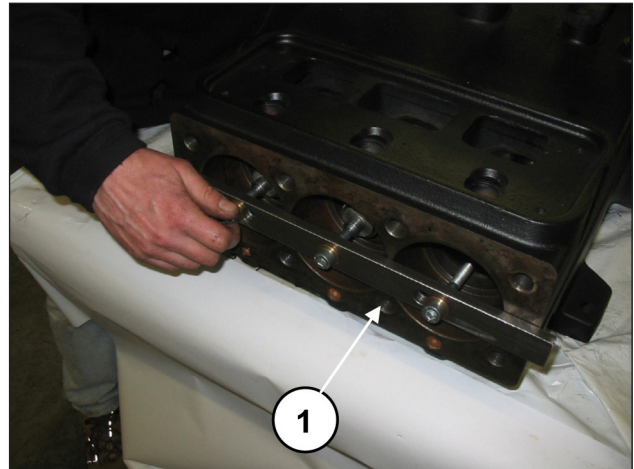
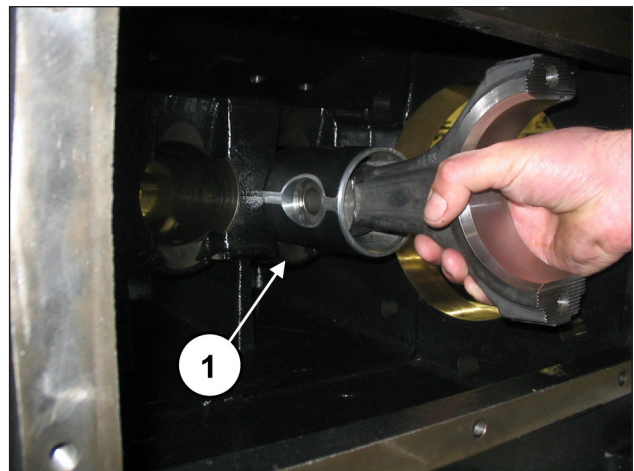

Fig. 31
Fig. 32
No caso de ser necessário substituir uma ou mais hastes ou guias do pistão, é necessário operar da seguinte forma: Prossiga com o desapertar dos parafusos da ferramenta, cód. 27566200, para desbloquear as hastes (pos. ①, Fig. 31) e, em seguida, extraia os grupos da haste-guia do pistão da abertura posterior do carter (pos. ①, Fig. 32).
Depois de ter verificado a limpeza correta do carter, insira o grupo da semi-haste-guia do pistão no interior das varas do carter (pos. ①, Fig. 32).
Bloqueie os três grupos da ferramenta adequada, cód. 27566200 (pos. ①, Fig. 31).
Remova a ferramenta para o bloqueio da haste, cód. 27566200 (pos. ①, Fig. 31).